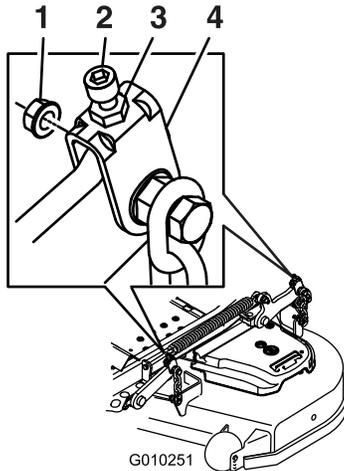

Figura 95
11. Para las carcasas de corte identificadas en Figura 95, gire la tuerca de ajuste del conjunto de elevación de la carcasa delantera para modificar la altura (Figura 95).